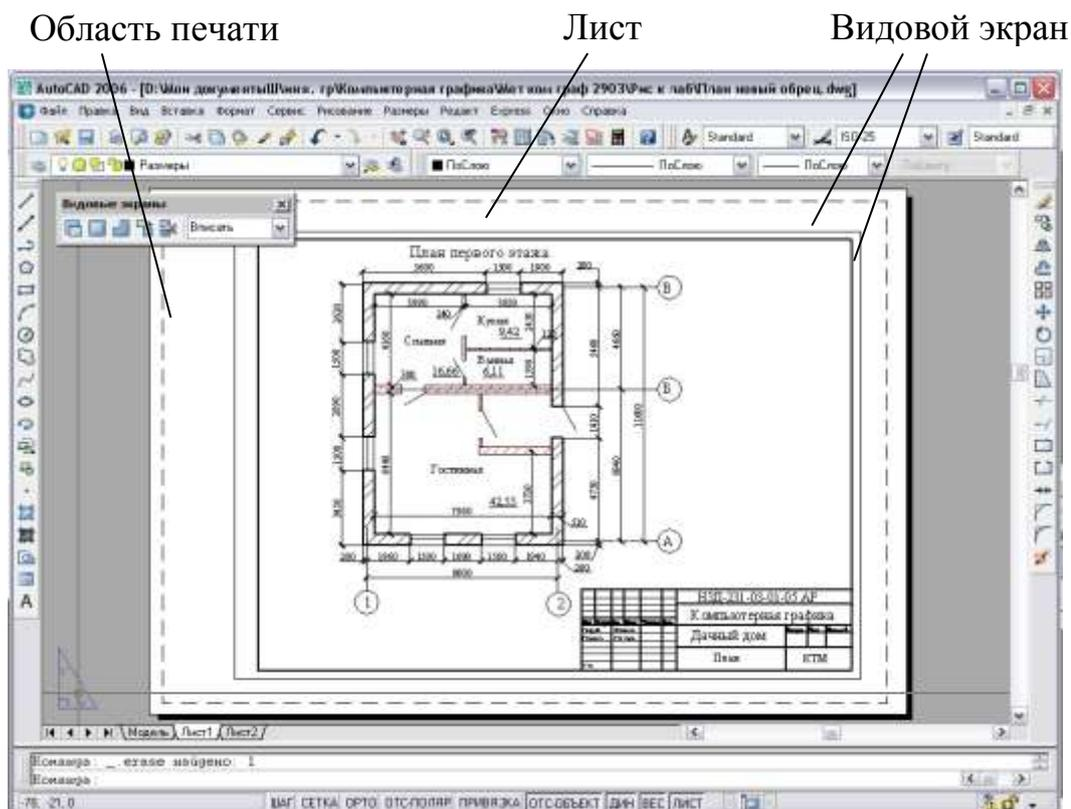

Рис. 21
**Компоновка листов.** Когда переключаемся в режим пространства **Листа** в первый раз – экран пуст, он представляет собой лист, на котором будет собираться чертеж из видов, выполненных ранее в режиме пространства **Модели** (рис. 21). Виды, созданные на этапе разработки чертежа, теперь приобретают новые свойства, позволяющие перемещать их по листу, что дает основание именовать их «пла-